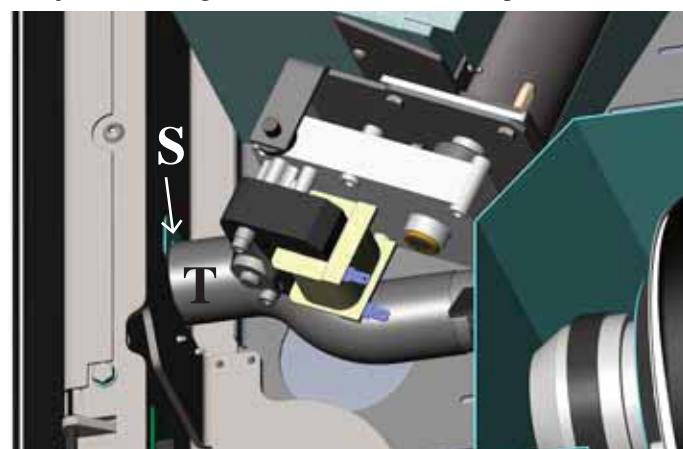

fig. 8
Ouvrir le petit volet gauche (fig. 8), extraire le tuyau flexible (T) de son support (S) et le faire passer à travers le trou (U) présent sur le panneau arrière du poêle.